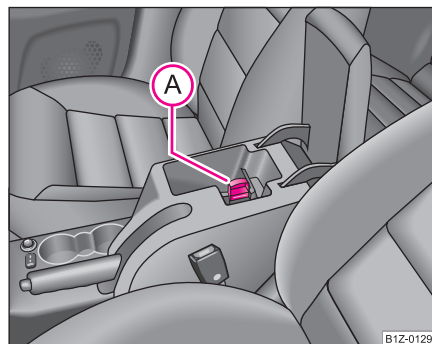

Fig. 108 Apoyabrazos: Refrigeración del compartimento guardaobjetos
- Tire del cierre (A) hacia arriba ⇒ página 118, fig. 108.